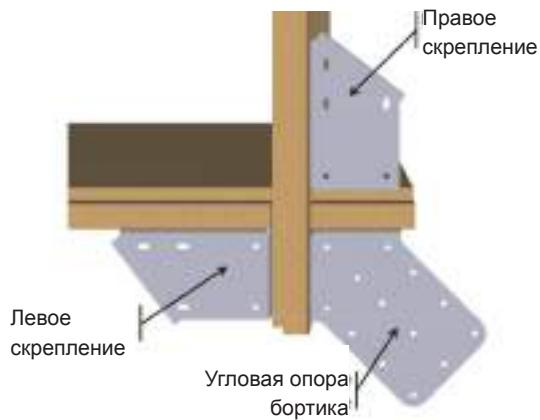

Рисунок 19 – Установка скреплений поверх опорных стоек
- По углам установите четыре “правых” скрепления и четыре “левых” скрепления, а также четыре угловые опоры бортиков, как показано на Рисунок 19. Используйте 4 винта из нержавеющей стали 6 x 20 с шестигранной головкой A2 (пакет G) для каждого кронштейна и 6 винтов из нержавеющей стали 6 x 20 с шестигранной головкой A2 (пакет G) для каждого скрепления; в общей сложности 64 винта.